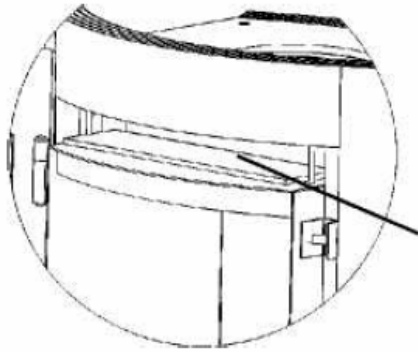

Fig.16: veiligheidsluitje
- 6) Controleer bij de Cadra Nova en Spectra Nova of het veiligheidsluitje de verbrandingskamer goed afdicht (zie fig 16).